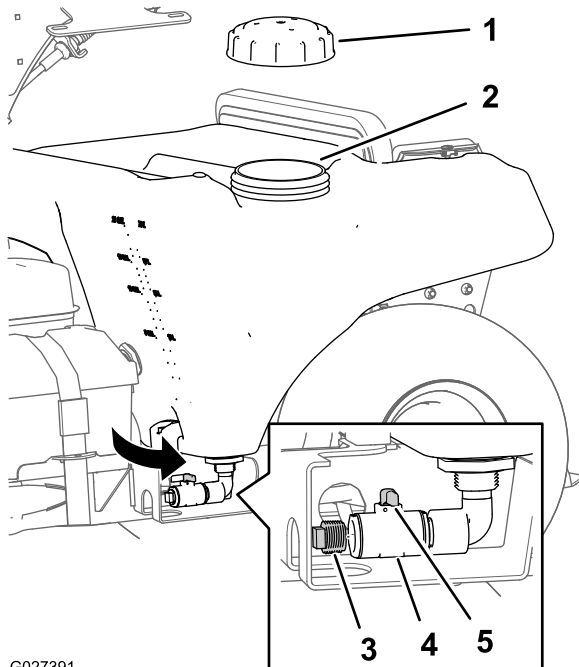

Figure 39
2. Vérifiez que les leviers de pulvérisation étroite et large sont en position DÉSACTIVÉE et que la manette du robinet de vidange de la cuve est tournée de 90° dans le sens antihoraire à la position FERMÉE (Figure 39).
4. Ouvrez le bouchon de la cuve du pulvérisateur (Figure 39).